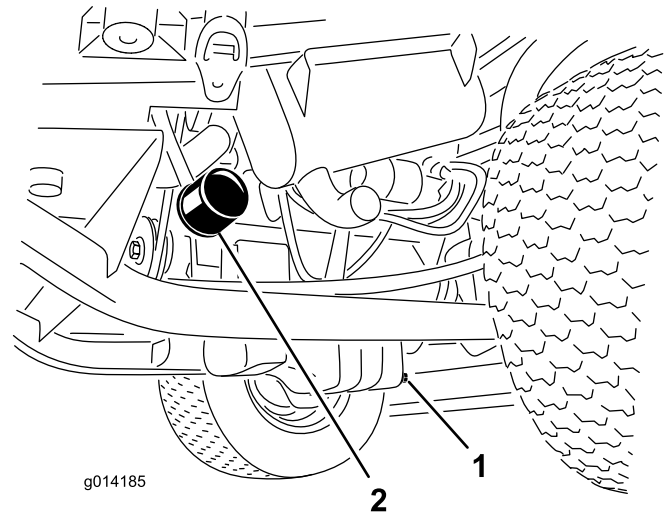

Bild 34
1. Entfernen Sie die Ablassschraube (Bild 34) und lassen Sie das Öl in die Auffangwanne ab.
3. Entfernen Sie den Ölfilter (Bild 34).